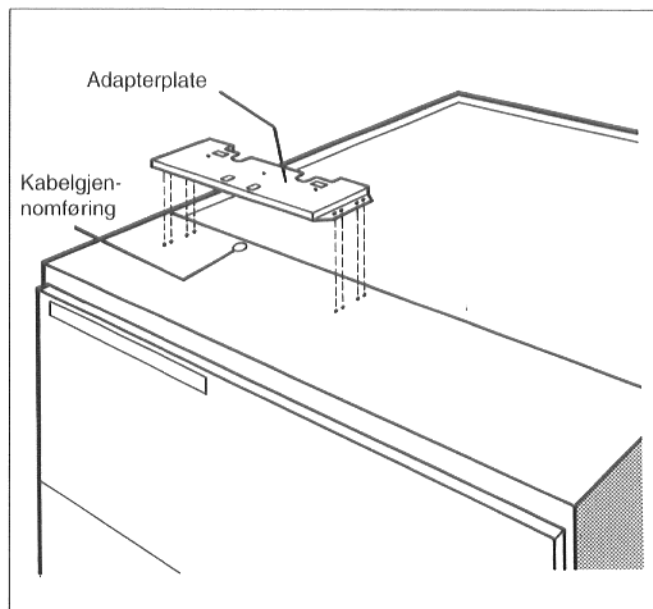

Fig. 50
- Adapterplaten skrues som vist på venstre eller høyre side av fremre kjeledeksel (fig. 50). Festeboringene på kjeledekselet er allerede laget. Adapterplaten monteres ved venstreanslag på venstre side på brennerdøren og ved høyreanslag på høyre side av brennerdøren.